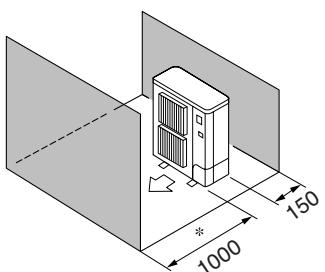

Fig. 3-9
- ⑤ Obstáculos apenas na parte da frente e de trás (Fig. 3-9)